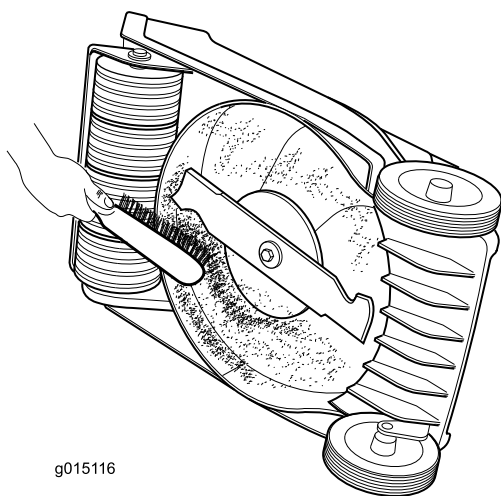

Bild 17
- Reinigen Sie die Unterseite des Mähwerkgehäuses. Entfernen Sie die Schmutz- und Schnittgutrückstände mit einem Hartholzschaber bzw. einer Bürste (Bild 17).